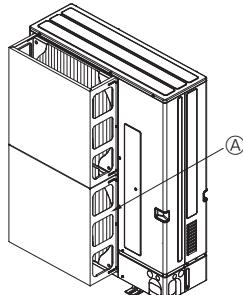

Fig. 2-4
- Monter en luftkanal (ekstrauststyr) hvis enheten monteres på et sted der sterkt vind fra en orkan osv. kan komme direkte inn i luftutløpet. (Fig. 2-4)